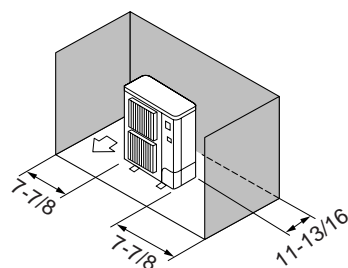

Fig. 2-4
- ③ Obstáculos sólo en la parte trasera y los laterales (Fig. 2-4)